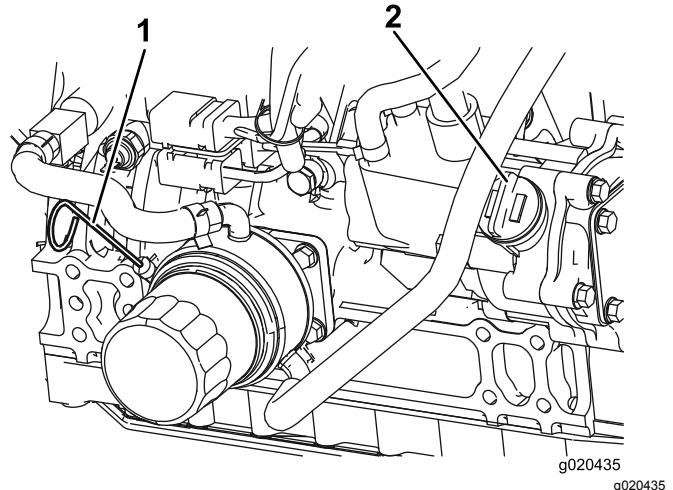

Bild 12
Der Ölstand sollte im sicheren Bereich liegen (Bild 12).
4. Wenn der Ölstand unter dem sicheren Bereich liegt, nehmen Sie den Fülldeckel ab (Bild 12) und gießen Sie genug Öl ein, um den Ölstand bis zur VOLL-Markierung anzuheben. **Füllen Sie nicht zu viel ein.**